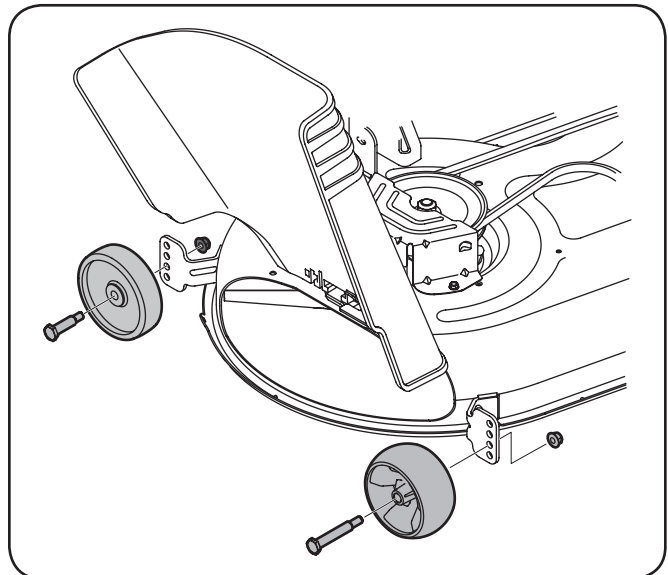

Figura 3-4
- b. Retire las ruedas de calibración delanteras y traseras retirando las tuercas de sujeción y los tornillos con reborde que las ajustan a la plataforma. Vea la Figura 3-4.